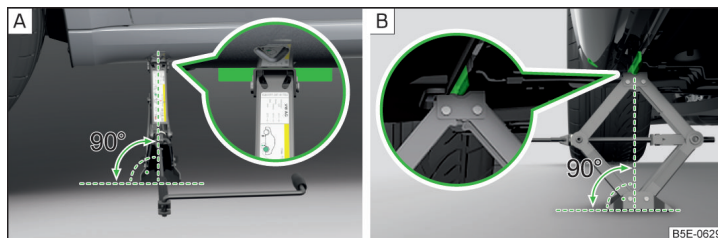

Abb. 334 **Wagenheber ansetzen**
- › Die Grundplatte des Wagenhebers mit der gesamten Fläche auf einem geraden Untergrund stellen, sodass sich der Heber in senkrechter Position zum Aufnahmesteg befindet » **Abb. 334** - **A**.
- › Den Wagenheber mit der Kurbel so weit hoch drehen, bis die Klaue des Hebers den Steg umfasst » **Abb. 334** - **B**.